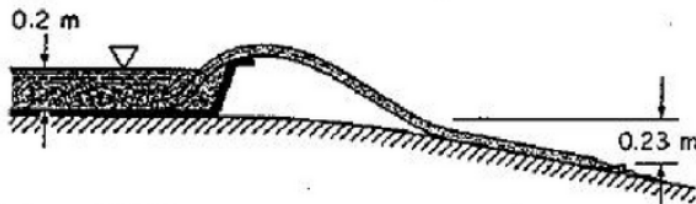

Figura P3.43
3.43 Uma mangueira de plástico, com 10 m de comprimento e diâmetro interno igual a 15 mm, é utilizada para drenar uma piscina do modo mostrado na Fig. P3.43. Qual é a vazão em volume do escoamento na mangueira? Admita que os efeitos viscosos são desprezíveis.